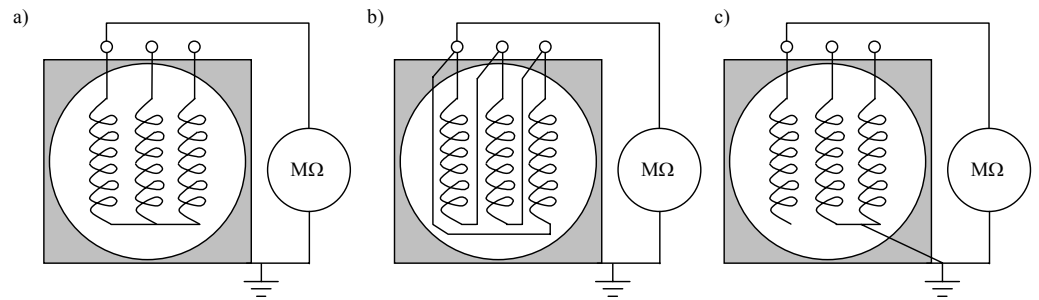

Figure 7-7 Connexion des bobinages du stator pour les mesures de résistance d'isolation
- Vérifiez que les connexions secondaires des transformateurs de courant, y compris des noyaux de recharge, ne sont pas ouvertes. Reportez-vous à la *Figure 7-7 Connexion des bobinages du stator pour les mesures de résistance d'isolation*
La mesure de la résistance d'isolation doit être effectuée dans la boîte à bornes. Le test est généralement effectué pour tout le bobinage, auquel cas le mégohmmètre est connecté entre le châssis de la machine et le bobinage, comme indiqué dans la *Figure 7-7 Connexion des bobinages du stator pour les mesures de résistance d'isolation*. Le châssis est relié à la terre et les trois bornes de phase du bobinage du stator restent connectées au point neutre, comme indiqué dans la *Figure 7-7 Connexion des bobinages du stator pour les mesures de résistance d'isolation*.
Si la valeur de la résistance d'isolation de tout le bobinage est inférieure aux valeurs spécifiées et si les bobinages des bornes de phase peuvent être facilement déconnectés les uns des autres, mesurez séparément chacune des phases. Cette solution n'est pas possible pour toutes les machines. Lors de cette mesure, le testeur est connecté entre le châssis de la machine et l'un des bobinages. Le châssis et les deux phases non testées sont mis à la terre, comme indiqué dans la *Figure 7-7 Connexion des bobinages du stator pour les mesures de résistance d'isolation*.